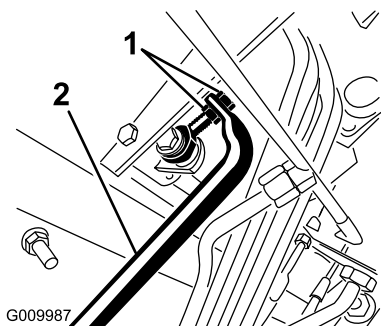

图 72
5. 调节泵杆端的锁紧螺母向前移动泵控制管防止前进向后移动泵控制管防止后退 (图 72)。